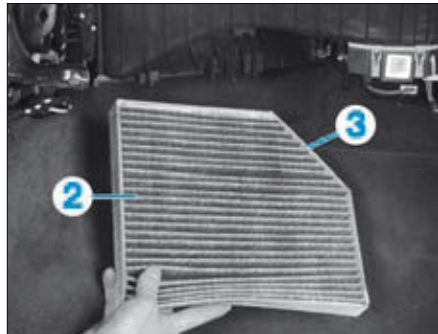

FIG. 2
- Remonter le filtre (2) avec le côté biseauté (3) du côté du motoventilateur (Fig.2).